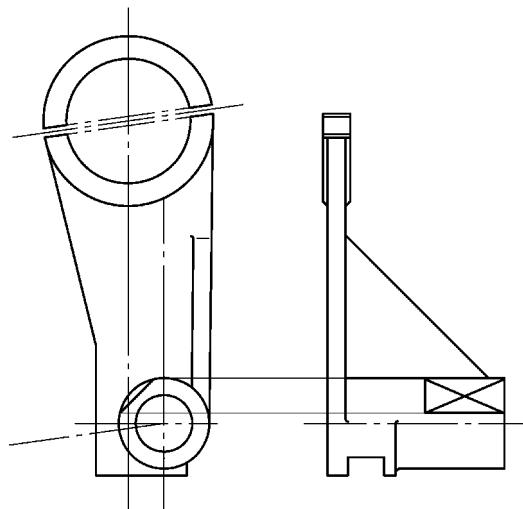

图 11-49 偏移和引线的画法
6) 通过【偏移】命令，将左视图最右边一条线向左偏移 35mm，从主视图引两条线交于左视图，并单击功能区【直线】按钮，画两条交叉线。如图 11-49 所示。